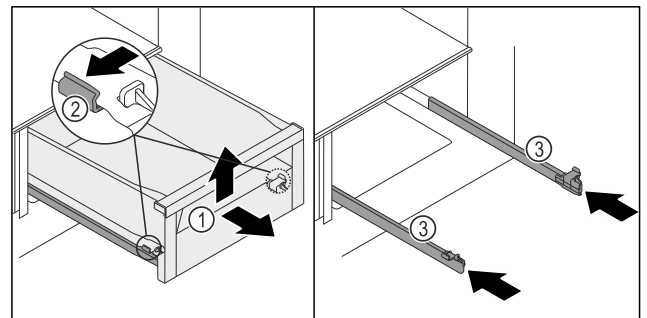

Fig. 94
- ▶ Schubfach Fig. 94 (1) bis zum Anschlag herausziehen.
- ▶ Klemme Fig. 94 (2) links und rechts an den Schienen gleichzeitig leicht nach außen drücken.
- ▶ Schubfach Fig. 94 (1) löst sich von den Schienen.
- ▶ Schubfach Fig. 94 (1) vorne hochheben.
- ▶ Schubfach Fig. 94 (1) nach vorne entnehmen.
- ▶ Schienen Fig. 94 (3) einschieben.